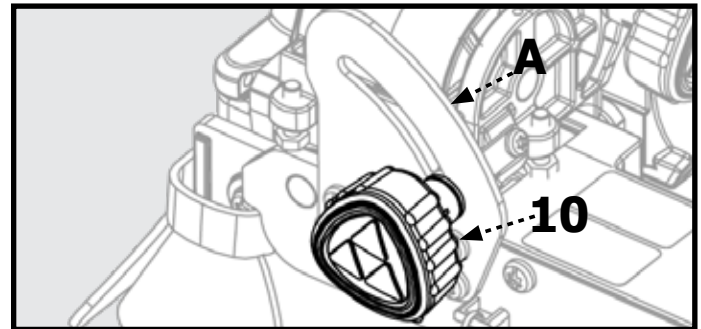

Figura 21
7. Coloque el disco nuevo en el husillo de forma tal que la flecha en el disco quede apuntando en la misma dirección que la flecha en la tapa del disco. (Consulte la Figura 21)